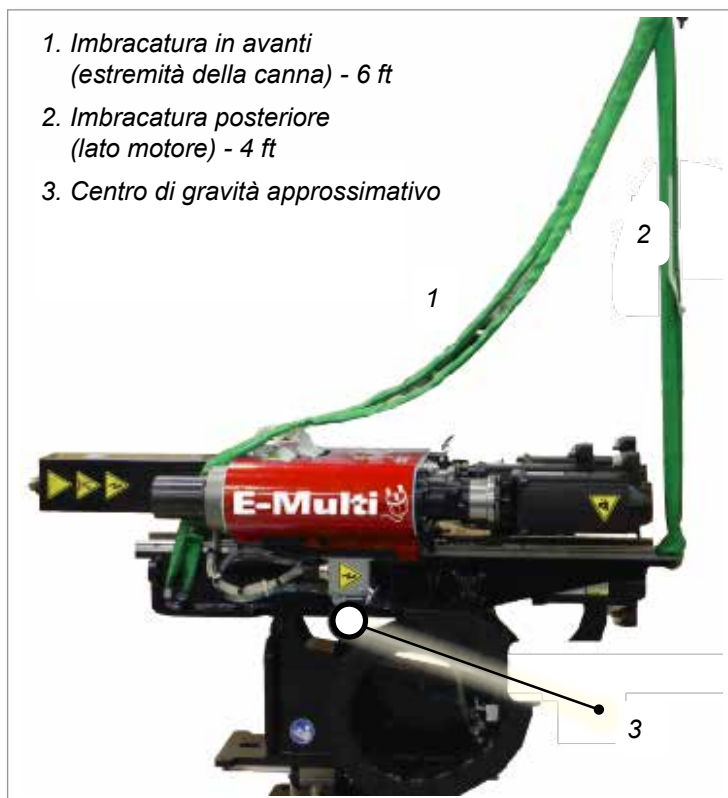

Figura 11-2 Posizioni della trave verticale di E-Multi Radial (in orientamento orizzontale) e la posizione approssimativa del centro di gravità.
3. Collegare le imbracature all'unità come illustrato nella Figura 11-2, Figura 11-3 e Figura 11-4. Utilizzare le imbracature fornite nella cassa. Osservare il punto approssimativo del centro di gravità.